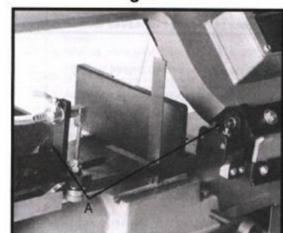

Fig. 6
2. Posizionare la squadra del macchinista sul tavolo accanto a lama come illustrato nella Fig. 6.